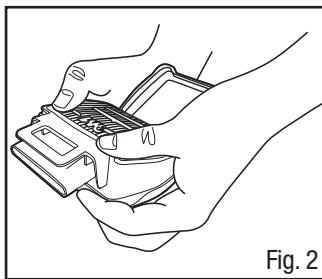

Fig. 2
2. Alinhe a metade maior do retentor com as costas (lado plano) do cartucho. Usando as duas mãos, pressione o retentor no cartucho, certificando-se de pressionar todos os quatro cantos do cartucho e do retentor do filtro (Fig. 2). O retentor do filtro possui indicadores de ponto de contato em cada canto. Você deve ouvir o retentor se encaixar no lugar.